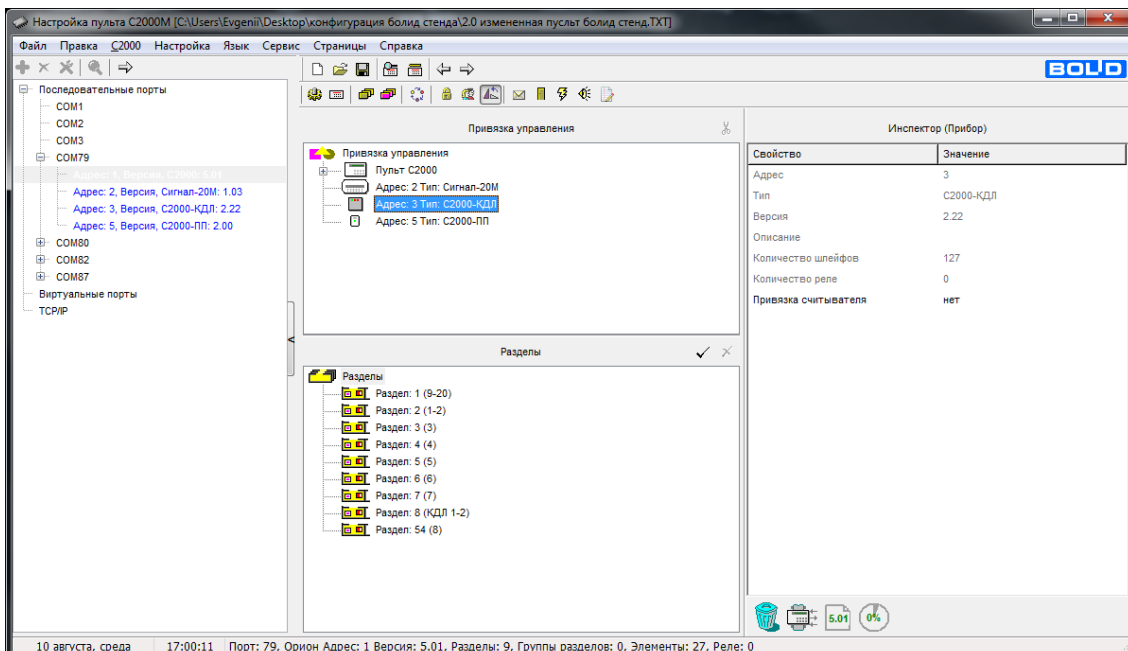

Рисунок 10.
4.5. Если у вас управление будет только с помощью кодов, вводимых с С2000-М то этот пункт пропускаем, но если у вас будет управление с какого либо устройства, в нашем примере это ТМ считыватель, подключенный к С2000-КДЛ, то его необходимо добавить. Рисунок 10.